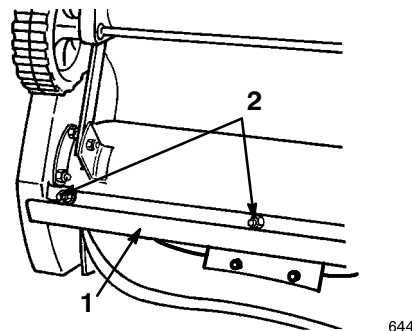

Figure 21
8. Enlevez les trois vis de carrossier et les contre-écrous de fixation de la lame racleuse (Fig. 21).
3. Débranchez et déposez la bougie (Fig. 21).
5. Débranchez la bougie (Fig. 21).